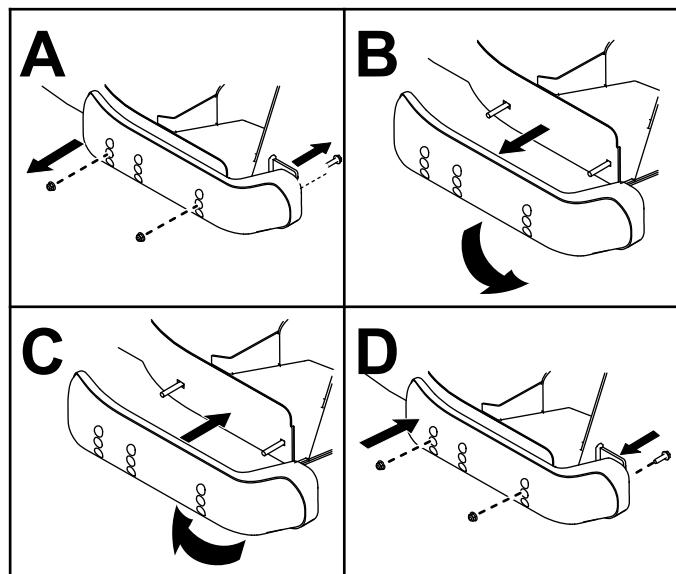

図 135
5. 割り込みデッキの側面からスキッドを外す図 135。
6. 左右のスキッドを入れ替えて取り付けるねじは外したものを再利用する図 135。